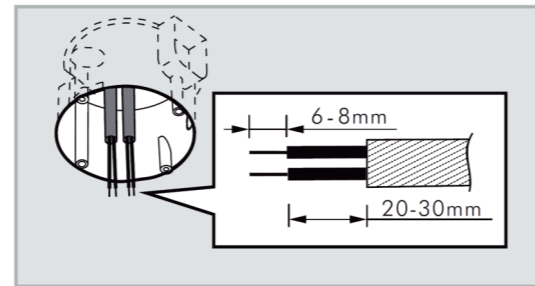

Figure 13
3.4.2.1 Sortez le câble du boîtier d'interrupteur (voir figure 13) et dénudez ensuite les brins sur 6 - 8 mm.